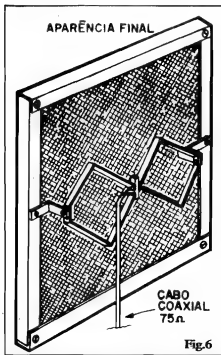

Fig. 6
- **FIG. 6** - Mais um detalhe final de como a antena fica: é o quadro refletor (forrado com a tela de arame), com a "borboleta" (duplo dipolo) à sua frente, centrada, afastada e fixada pelos elementos em "L". O cabo coaxial de descida também é visto (em 5-A e 5-B o cabo é mostrado, na sua ligação ao "NÓ" da antena...).